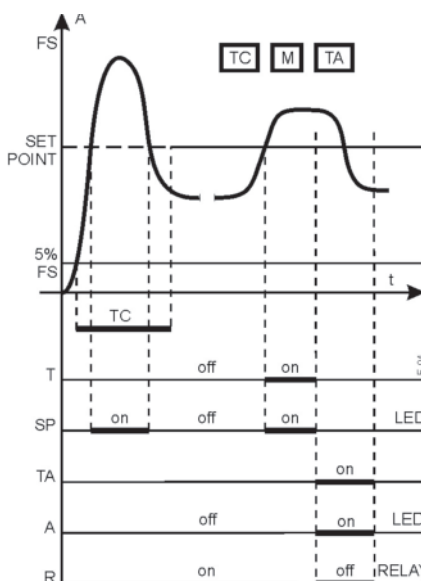

Fig. 4
**TA** (equipaggiato a richiesta) autoritenuta 1÷30 sec. o 1÷60 sec. Mantiene la condizione di allarme per il tempo impostato, anche se non é più presente la causa che ha generato l'allarme (fig. 4).
It delays the alarm condition for the set time, even after the alarm origin has already gone out (fig. 4).